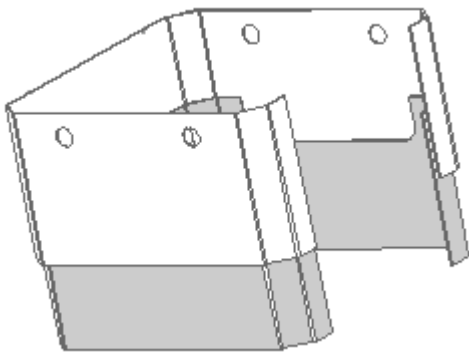

FIGURE 24: Recouvrements Des Pattes
2. Placez la plus petite « manche », avec les échancrures vers le haut, à l’intérieur de la manche plus large, avec les ouvertures des deux manches orientées vers l’arrière (Figure 24).
1. Enlevez les recouvrements des pattes. Pour ce faire, faites glisser la manche extérieure des recouvrements de pattes vers le bas, en enlevant les encoches extrudées de la base en aluminium (voir Figure 24).